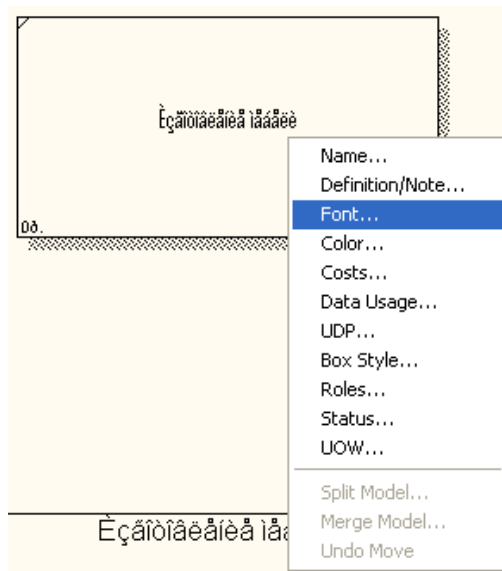

Рис. 1.8. Контекстно-зависимое меню
4. Для того чтобы текст стал понятен, в контекстном меню выберите пункт **Font** (рис. 1.8.):